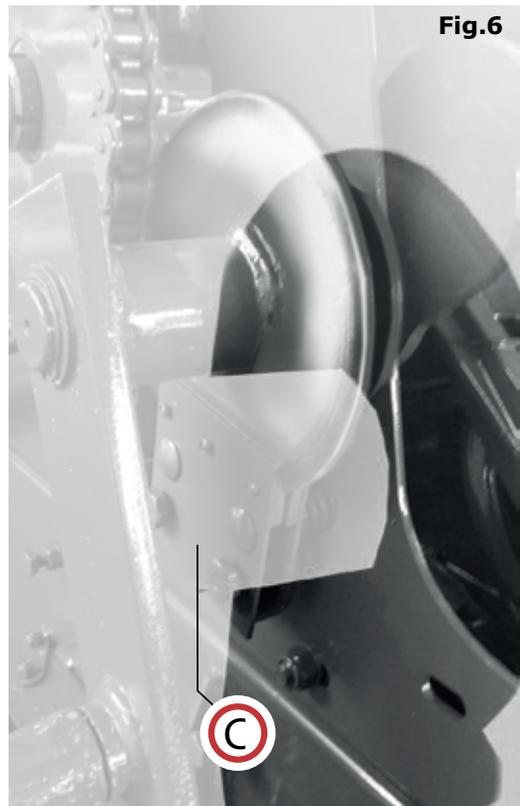

Fig.6
- Remueva la pintura del disco de freno (C) (Fig. 6) si hay alguna
- Remueva el óxido del disco de freno (C) (Fig.6), especialmente después de un período de inactividad de la máquina.